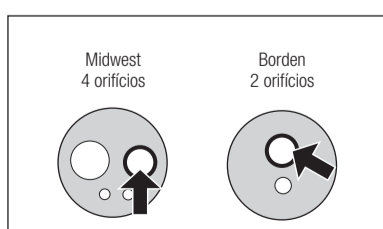

Fig. 13
- 3) Introduza o bico de lubrificação no orifício do ar de acionamento da turbina. Segure na turbina e lubrifique durante aproximadamente 2 a 3 segundos. Aplique lubrificante até sair pela cabeça da turbina durante pelo menos 2 segundos. (Fig.13)
- 2) Aplique uma a duas gotas de óleo lubrificante no orifício do ar de acionamento conforme mostrado na Fig.13.